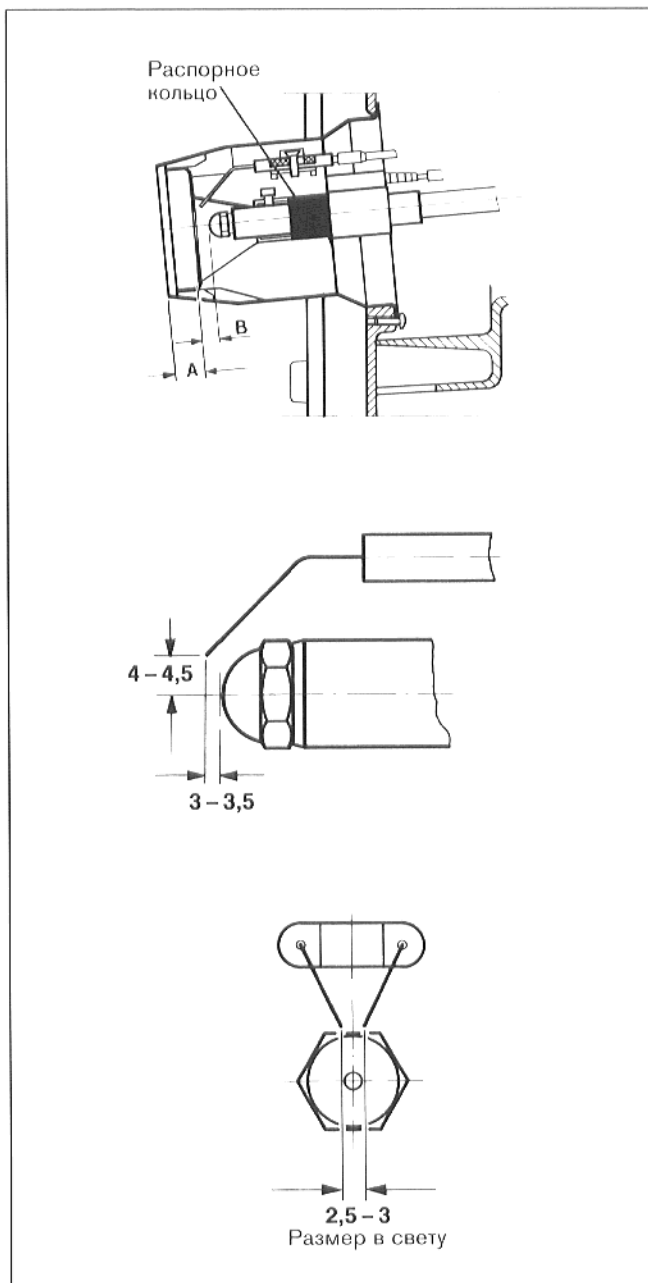

Рис. 17
- Проверить размер Б (рис. 17).
- Произвести установку поджигающих электродов (рис. 17).
- Установить размер А (рис. 17).